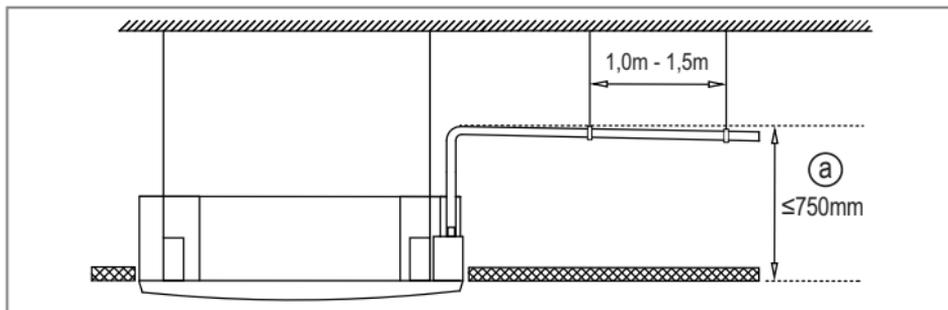

FIG. 23
- Se a saída do tubo de drenagem for mais alta do que a junta da bomba da unidade, utilize um tubo de elevação para a saída de exaustão da unidade interna. O tubo de elevação deve ser instalado a uma altura menor que 750mm em relação ao teto/forro ("a" na Fig. 23). Caso a instalação não seja feita de maneira correta poderá causar retorno de água para a unidade e possível transbordamento (unidade interna "gotejando").